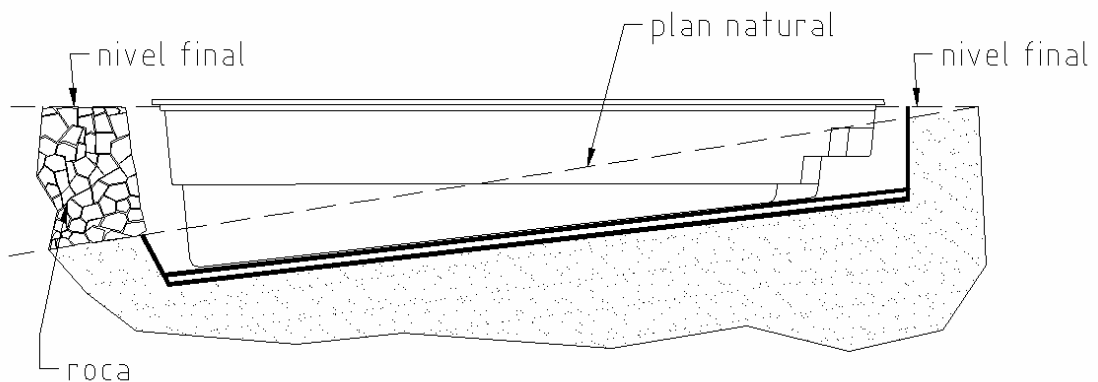

Fig. 2
1. Luați ca nivel final punctul cel mai înalt : Este necesar să se atingă acest nivel utilizând materiale stabile (ex.: pietrișul), sau să se compenseze cu o umplere dacă denivelarea este importantă (Fig. 2).